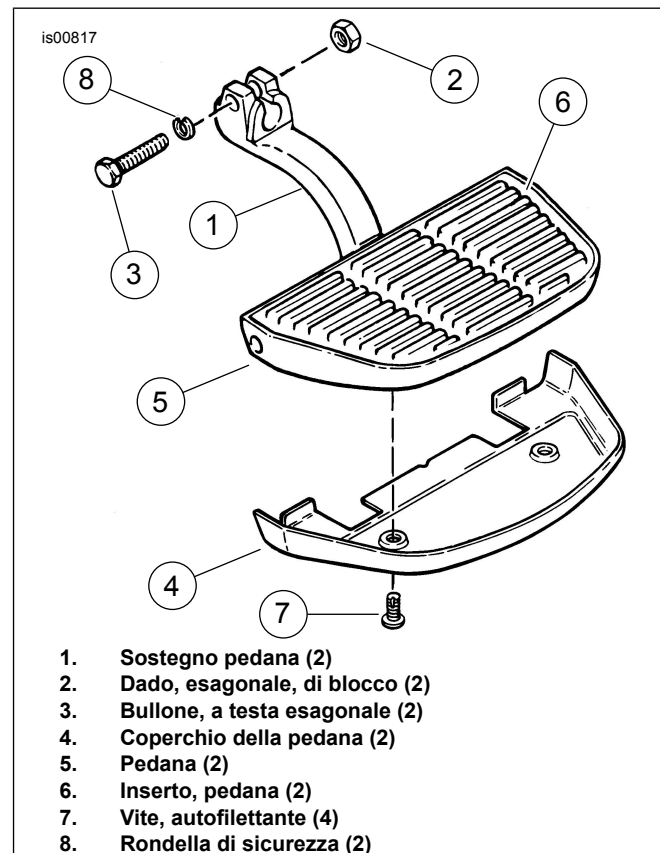
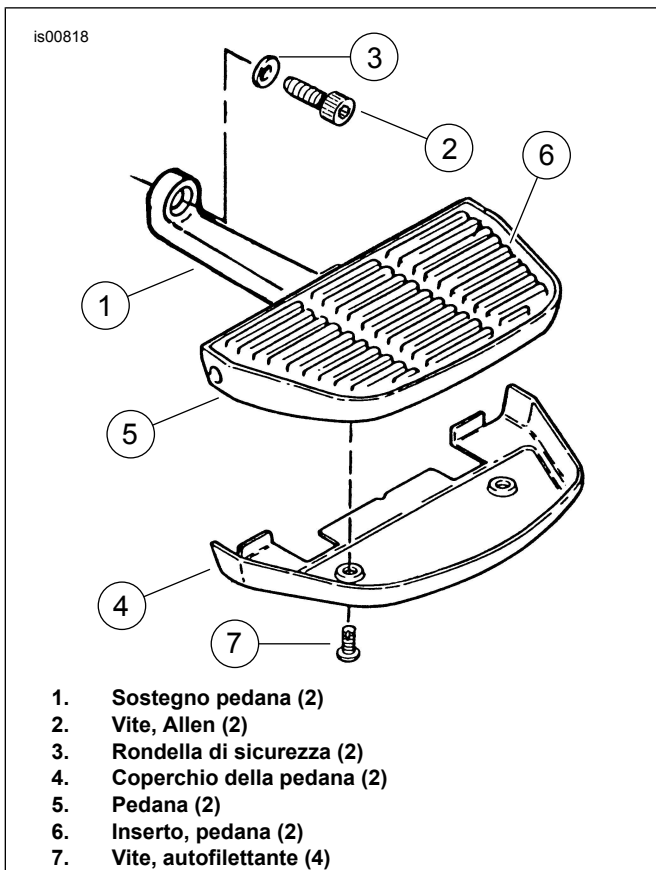

Figura 1. Gruppo pedana passeggero e coperchio – modelli fino al 1992 compreso
Figura 2. Gruppo pedana passeggero e coperchio – modelli dal 1993 in poi
1. **Per tutti i modelli fino al 1992 compreso:** Vedere Figura 1. Rimuovere il gruppo della pedana passeggero, compreso il relativo supporto (1), dal prigioniero di montaggio sulla motocicletta. Secondo il tipo di supporto della pedana, sarà necessaria o la rimozione dal mozzo diviso del supporto pedana, del dado autobloccante (2) e del bullone (3), o la rimozione del bullone (3) e della rondella di sicurezza (8).
Per tutti i modelli dal 1993 in poi: Vedere Figura 2. Rimuovere il gruppo della pedana passeggero, compreso il relativo supporto (1), dal prigioniero di montaggio sulla motocicletta. Per fare questo è necessaria la rimozione della vite ad esagono incassato da 3/8 di pollice (2) e della rondella di sicurezza (3) dal supporto pedana.
2. **Per tutti i modelli di veicoli:** Vedere Figura 1 o Figura 2. Collocare il coperchio (4) del kit sulla parte inferiore della pedana (5). Segnare il punto dei due fori di montaggio del coperchio sulla parte inferiore della pedana. Rimuovere il coperchio dalla pedana. Con l'aiuto di un bulino, intaccare leggermente il centro esatto di ciascuna posizione segnata sulla pedana, per evitare che la punta del trapano scivoli nel successivo passo di foratura.